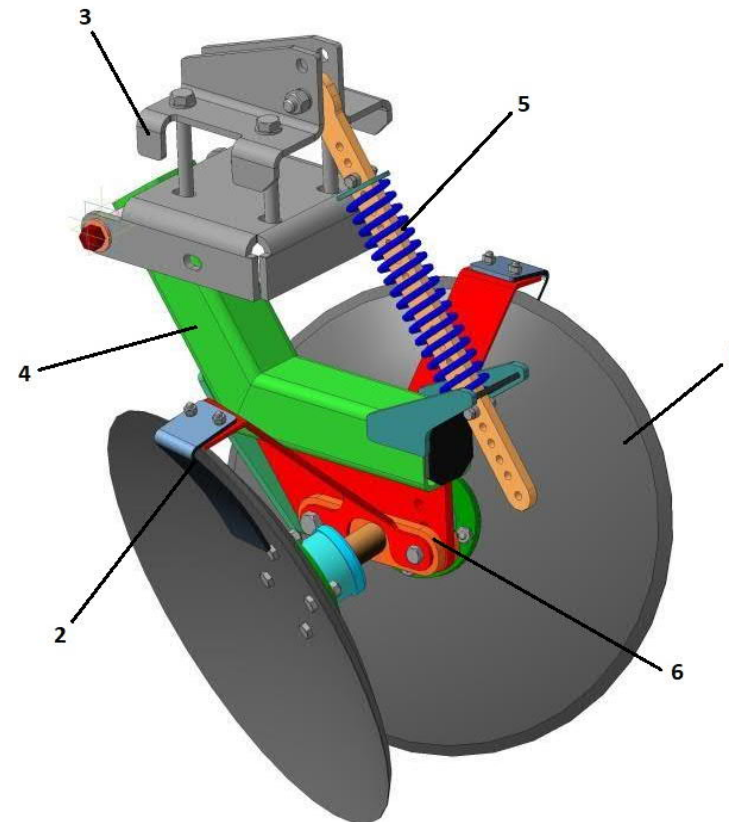

Рисунок 2 – Дисковый окучник
- изменение угла атаки окучников-дисков (рис. 2) производится путем смещения осей дисков относительно сектора и фиксацией болтами идущими в комплекте;
3.6 Дисковый окучник (рис. 2) предназначен для наращивания почвой гребня. Дисковый окучник состоит из двух дисков 1, которые закреплены на рычаге 4, с образованием острого угла, направленного вершиной в сторону движения культиватора. На верхнем конце рычага установлен механизм крепления к раме 3. Один конец рычага в зоне опор дисков подпружинен посредством механизма 5. Диски имеют чистики 2 для очистки их от грязи. Для эффективного окучивания на кронштейне диска имеется регулировочный сектор 6, с помощью которого изменяется угол атаки дисков.